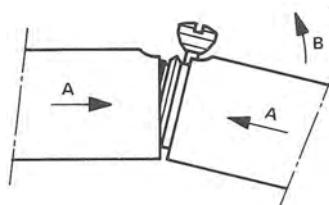

Abb. 11.
| 4.1Ansetzen der Verlängerungen | <p>Messgerät nie auf beweglichen Messanschlag stellen.Die kurzen Verlängerungen immer nächst dem Messelement ansetzen.</p> <ul style="list-style-type: none"> <li>– Sprengmutter (12) lösen.</li> <li>– Kontaktflächen reinigen.</li> <li>– Sprengmutter (12) der Verlängerung mit der entsprechenden Aussparung des Gegenstückes ausrichten.</li> </ul> | <ul style="list-style-type: none"> <li>– Verlängerung schräg an das Gegenstück anlegen und durch Druck in Richtung A und durch Schwenkbewegung in Richtung B einklinken (Abb. 11).</li> <li>– Sprengmutter (12) leicht anziehen, jedoch nicht blockieren.</li> <li>– Nächste notwendige Verlängerung anfügen.</li> <li>– Beide Stützflansche (11) durch Auflegen auf eine ebene Unterlage parallel ausrichten.</li> <li>– Alle Sprengmuttern festziehen.</li> </ul> |